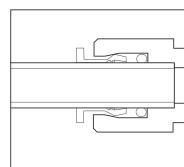

Fig.2
- ▷ Assicurarsi che la tubazione venga inserita completamente (fig. 2).